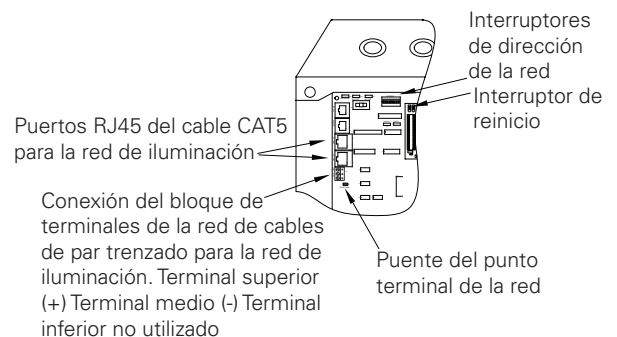

Figura 6: Referencia de elementos de los detalles de la red
6. Por medio del interruptor de reinicio del panel, inicie un reinicio simple en cada panel para iniciar la dirección del panel. Consulte la Figura 6 para ver la ubicación del interruptor de reinicio.